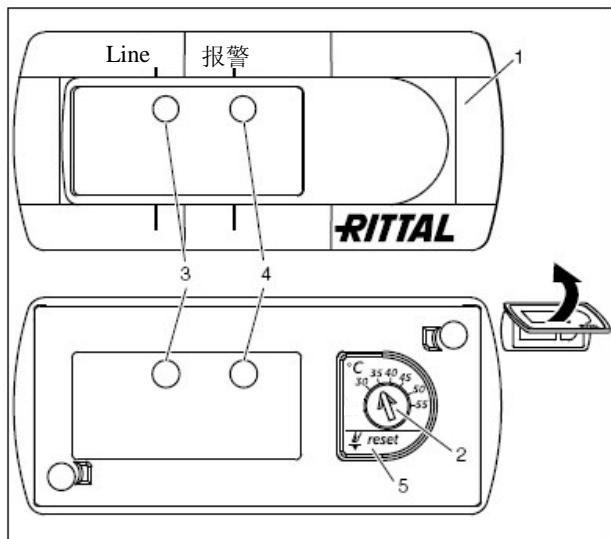

图32：基本控制器：
基本控制设置空调，通过红，绿灯显示操作和故障状态（参考图32中的3和4）
- 先把控制器上刻度盘旋到最左处再按住橡胶化的电位器显示器(见第21页图32第5项)的同时重新打开电源开关，并将按钮5再多按住5秒钟(接近电位器的方法见6.1.1)。机柜空调将开始工作。在约5分钟后或达到15°C时，测试模式将终止。本装置将停止，然后转入正常操作。
- 在温度设置装置(见第21页图32)上设置所需的温度。
- 按住复位按钮(图32第5项)至少3秒钟。红色LED熄灭。